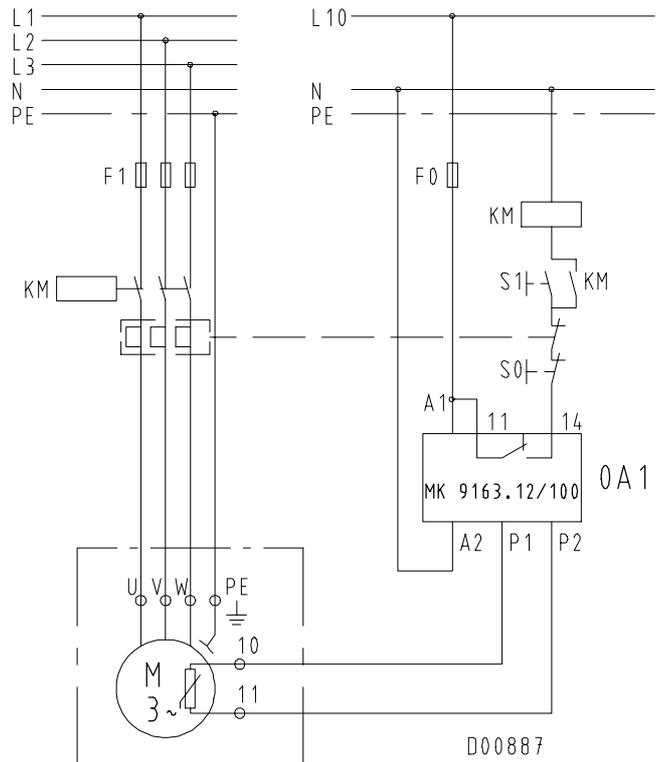

Bild 1 Standardanschlusschema
- **PTC-Auslösegerät** (Anschluss siehe Bild 1)